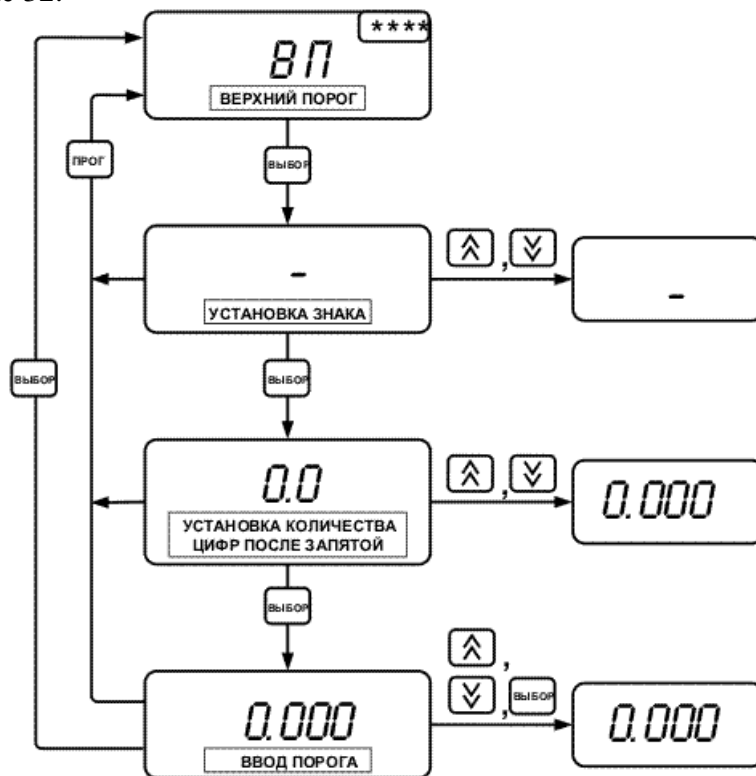
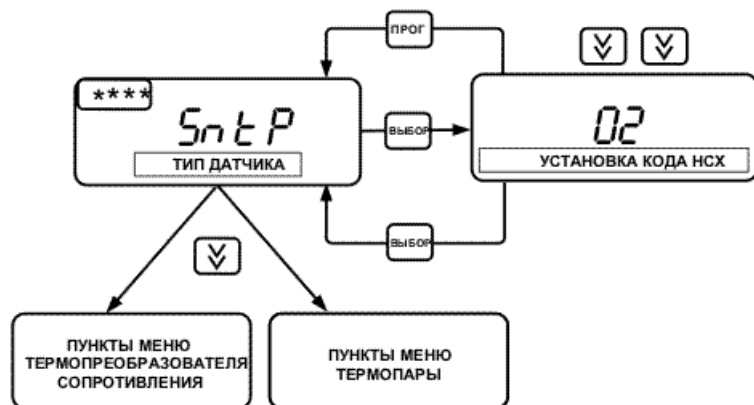

Рисунок 32 Настройка верхнего порога
Рисунок 33 Настройка типа датчика
**Примечание -** В случае применения термопреобразователя сопротивления со стандартным значением W100, но нестандартным сопротивлением **r0**, необходимо установить соответствующий применяемому датчику W100, код НСХ и задать значение параметра **r0**. Переход к настройке кода НСХ датчика осуществляется из меню настройки канала измерения при нажатии кнопки **“Выбор”** в пункте меню **“Тип датчика”**, см. рисунок 32. В процессе установки кода НСХ значение кода будет мигать. Кнопками  и  установите необходимое значение и нажмите кнопку **“Выбор”**. Далее прибор вернется в пункт меню **“Тип датчика”**. В зависимости от заданного кода НСХ датчика в меню настройки канала измерения появляются дополнительные пункты настройки, см. рисунок 33.